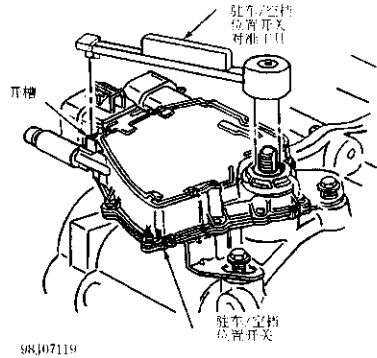

图 2-2 调整驻车/空档位置 (PNP) 开关 (4T60-E 和 4T65-E)
1) 从变速器换档杆上断开换档拉索。拆下换档杆,松开驻车/空档位置开关固定螺栓。使用调整工具 (J-41545),使驻车/空档位置开关的开槽对准空档位置(图 2-2)。